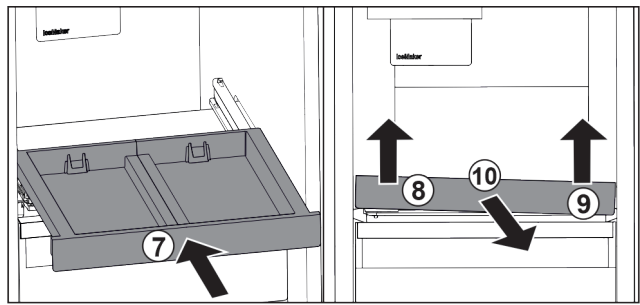

Fig. 120
- ▶ Вставьте выдвижную панель. Fig. 120 (7)
- ▶ Приподнимите выдвижную панель спереди слева. Fig. 120 (8)
- ▶ Приподнимите выдвижную панель спереди справа. Fig. 120 (9)
- ▶ Извлеките выдвижную панель движением вперед. Fig. 120 (10)